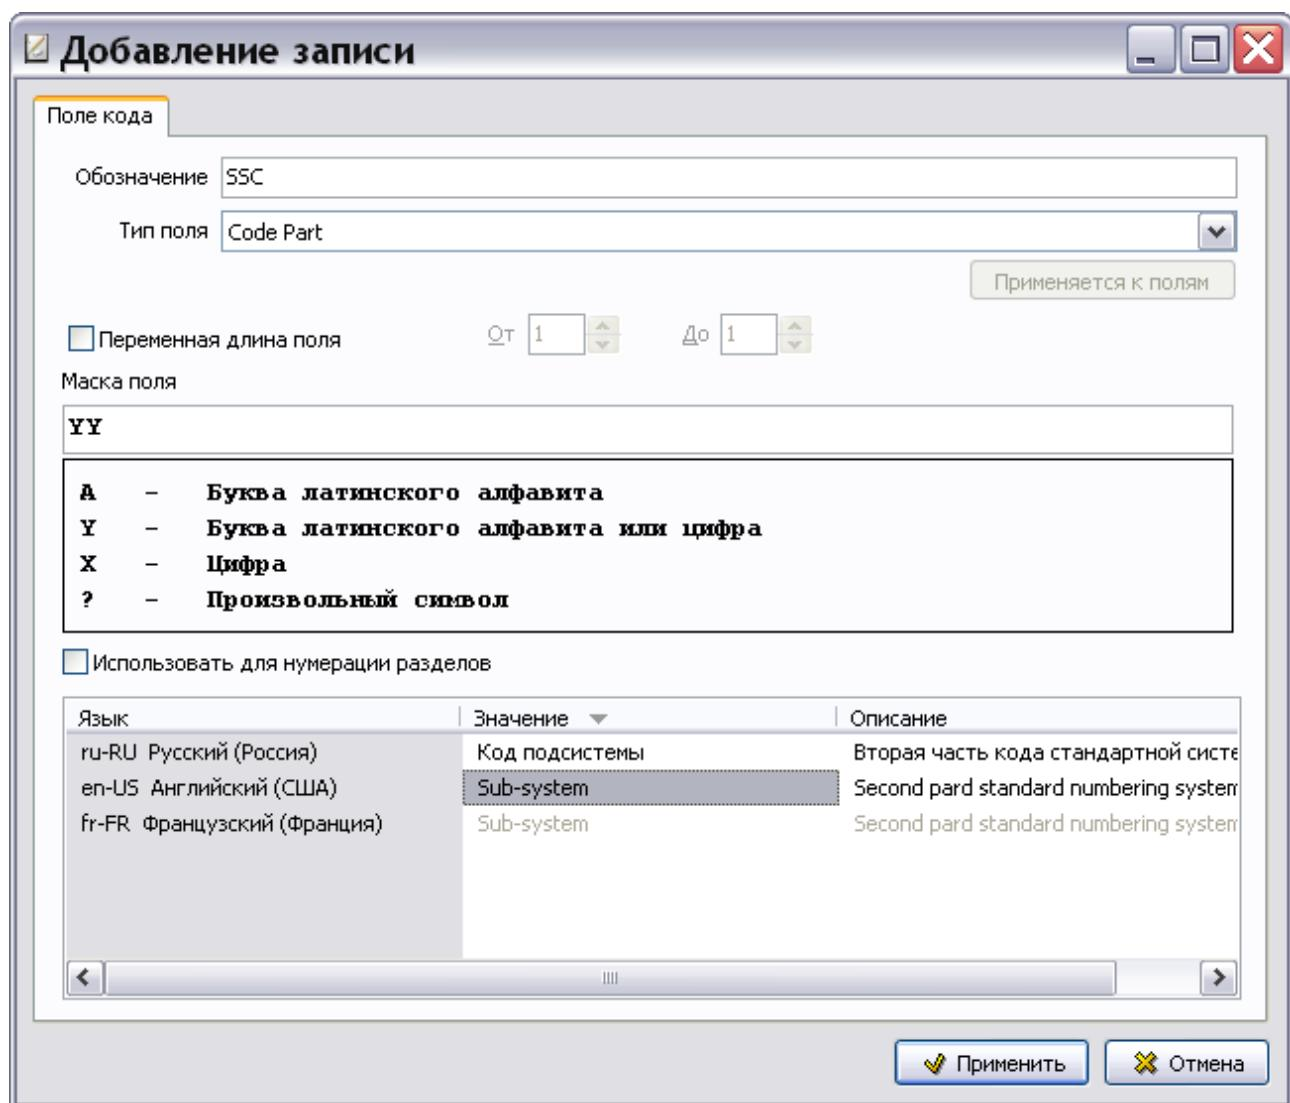

Рис. 2.23
4. В диалоговом окне **Добавление записи** для поля кода введите параметры поля кода (Рис. 2.23):